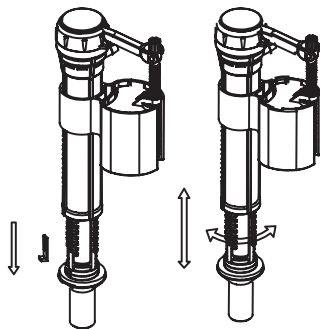

Рис. 2
- извлеките фиксатор, как показано на рис. 2;